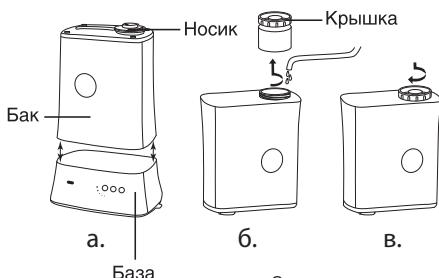

рис. 3
1. Перед заправкой водой увлажнителя снимите носик (распылитель), чтобы он не упал. Отложите его в сторону. (рис. 3а)
3. Переверните бак для воды вверх дном и открутите крышку бака, поворачивая ее против часовой стрелки (рис. 3б)
6. Поместите бак обратно на базу увлажнителя (рис. 3в).